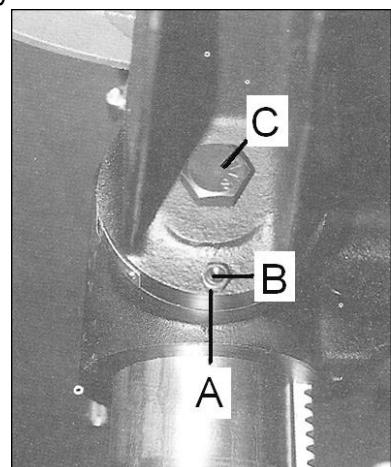

Рис.12
Сначала снимите центровочный штифт (B, рис. 12), повернув гайку (A) по часовой стрелке.